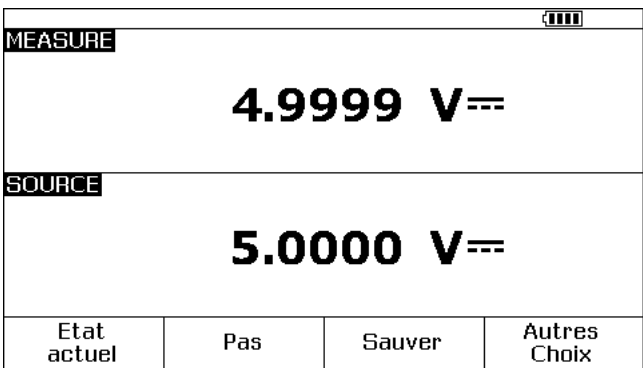

Figure 3. Exemple du mode Measure/Source
6. Appuyez sur  pour passer à l'écran partagé qui affiche en simultané les modes MEASURE/SOURCE. L'appareil alimente et mesure la tension DC simultanément. Les relevés de mesure sont affichés en haut de l'écran, la valeur de la source active se situe en bas de l'écran, comme l'illustre la Figure 3.